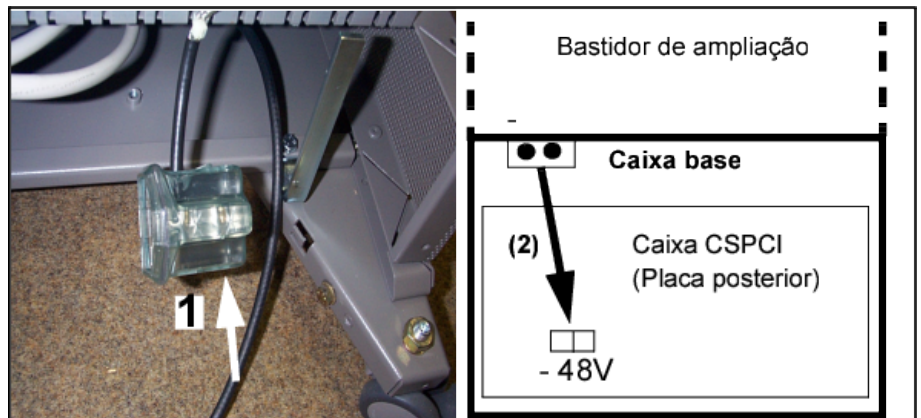

Figura 141: Ligar a tensão -48 V externa no borne DC da caixa base
- 1) Certificar-se de que o sistema esteja desligado. No lado posterior do bastidor CSPCI: Ligar o cabo do disjuntor BULK no acesso DC da caixa CSPCI (ver Figura 141: Ligar a tensão -48 V externa no borne DC da caixa base na página 157) e depois estabelecer uma ligação daisy-chain para cima, para as fichas X12 das caixas de ampliação.
- 1) Ligar o condutor -48V da bateria externa no borne DC (1) da caixa base (ver Figura 141: Ligar a tensão -48 V externa no borne DC da caixa base na página 157).
- 2) Do módulo de fusíveis -48 V, o condutor - 48V é transferido para a placa posterior CSPCI (2).